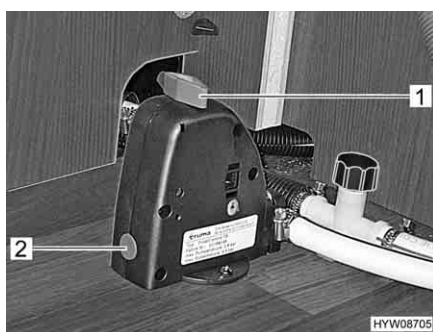

Fig. 93 Valvola di sicurezza/di scarico del boiler
Il boiler è dotato di una valvola di sicurezza/di scarico (Fig. 93). La valvola di sicurezza/di scarico impedisce che l'acqua congeli nel boiler in presenza di basse temperature esterne, quando il riscaldamento dell'autocaravan non è acceso.
- Chiudere la valvola di sicurezza/di scarico. A tal fine ruotare la manopola (Fig. 93,1) verticalmente rispetto alla valvola di sicurezza/di scarico e premere verso l'interno il bottone automatico (Fig. 93,2).
- Aprire la valvola di sicurezza/di scarico. A tal fine ruotare la manopola (Fig. 93,1) nel senso della lunghezza della valvola di sicurezza/di scarico. Il bottone automatico (Fig. 93,2) scatta all'infuori. Il boiler viene svuotato verso l'esterno tramite la valvola di sicurezza/di scarico.